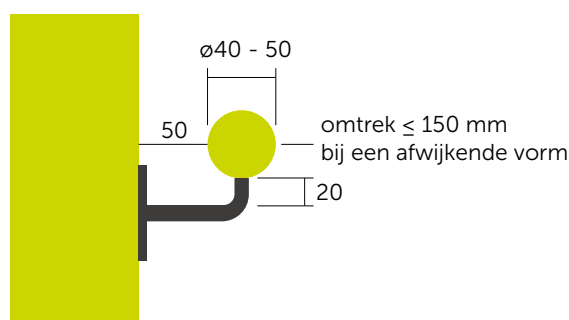

fig 41 Maatvoering voor een toegankelijke leuning met leuning met leuninghouder.
- Een ronde leuning heeft de voorkeur met een maatvoering tussen de $\varnothing 40$ en $\varnothing 50$ mm. Bij een afwijkende vorm is de omtrek 150 mm. (fig 41)